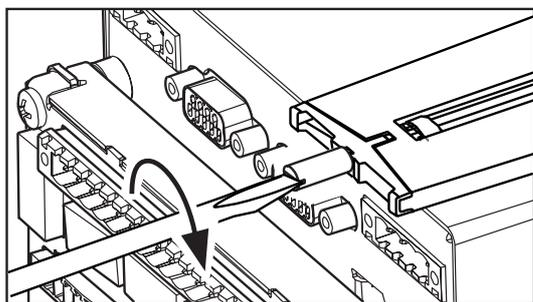

図 3-3
5. 取付金具の先端がパネルにあたるまで、マイナスドライバーでネジを締めます。(図 3-3)